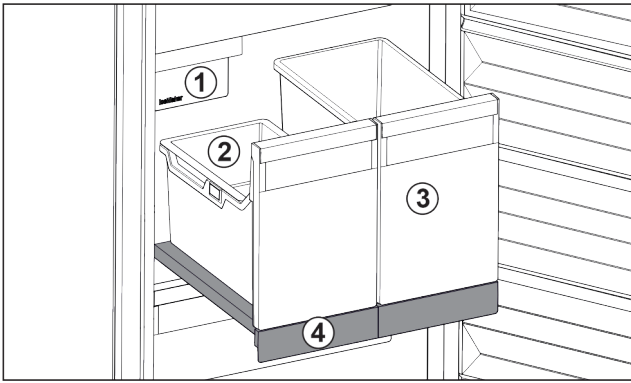

Fig. 122 Витяжна панель IceTower
На витяжній панелі є два високих резервуари (IceTower). В резервуарі Fig. 122 (2) кубики льоду з IceMaker збираються та зберігаються. Резервуар Fig. 122 (3) придатний для зберігання високих харчових продуктів, таких як піца та алкогольні напої.